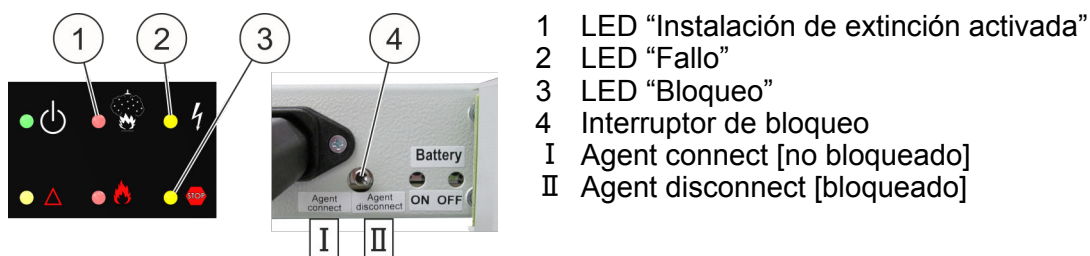

Fig. 58: Bloqueo
- Bloquear el sistema antes de una prueba de funcionamiento. Para ello, conmutar el interruptor de bloqueo (Fig. 58/4) a “Agent disconnect [bloqueado]” (Fig. 58/ II).
- El LED superior amarillo (Fig. 58/2) se ilumina.
Si se abre una puerta equipada con interruptor de contacto de puerta, se ilumina además el LED inferior amarillo (Fig. 58/3).
- Antes de anular el bloqueo asegurarse de que el LED superior rojo (Fig. 58/1) **no** está encendido, puesto que de lo contrario el proceso de extinción se iniciará de inmediato.